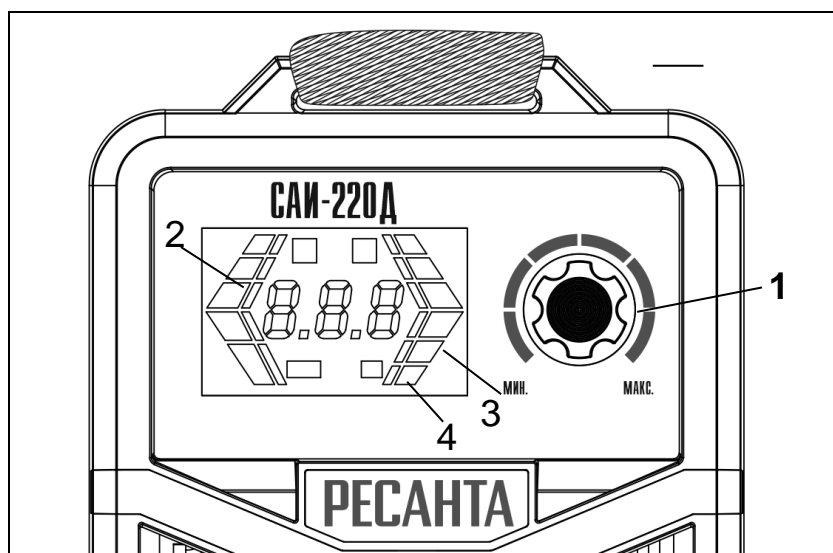

Рис.3 Управление режимами/функциями ручной регулировкой в режиме ММА
2. Регулировка сварочного тока осуществляется вращением регулятора 1(рис.3). При этом на дисплее будет отображаться рекомендуемый диаметр электрода 2(рис.3).
3.Регулировка параметров функции «Горячий старт» 3 (рис.3) осуществляется регулятором 1(рис.3). Регулировка осуществляется в диапазоне от 1 до 10, где каждая цифра означает увеличение тока в % («1» означает увеличение выставленного на дисплее тока на 10%, «2» - на
4. Регулировка параметров функции «Форсаж дуги» 4 (рис.3) осуществляется регулятором 1 (рис.3), регулируя величину форсажа дуги в диапазоне от 1 до 10, где каждая цифра означает увеличение тока в % («1» означает увеличение выставленного на дисплее тока на 10%, «2» - на 20%, ... «10» - означает увеличение выставленного тока на дисплее в 2 раза. При максимальном токе данный параметр увеличиваться не будет.
Переключение сварочного аппарата из Синергетического режима в режим Ручного управления или режим TIG LIFT осуществляется длительным нажатием на регулятор 1(рис.3).
- При завершении шва отведите электрод немного назад, чтобы заполнилась сварочная ванна, а затем переместите электрод на верхний край сварочной ванны (Рис 9 (1-2 рис.3)) и быстро отведите от кратера (Рис 9 (3 рис.3)).